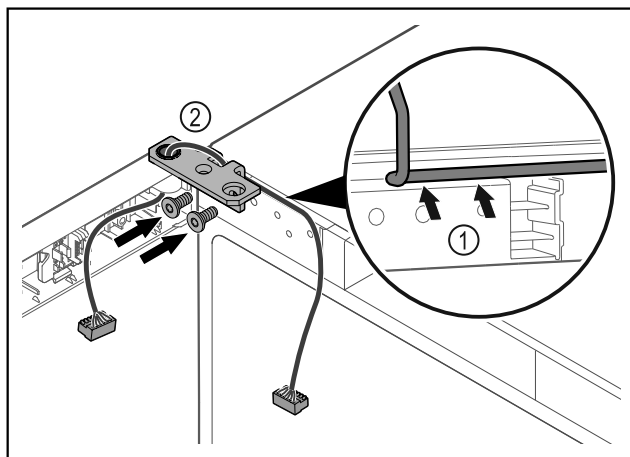

Fig. 42
- Проведите кабель через отверстие в шарнирном уголке и аккуратно уложите его Fig. 42 (1).
- Привинтите шарнирные уголки Fig. 42 (2).